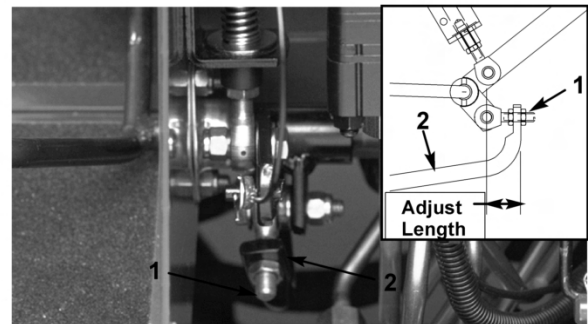

Bild 49
4. Stellen Sie die Bundmutter am Pumpenstangenende ein, um die Pumpensteuerungsstange nach vorne zu verschieben, um ein Verschieben nach vorne zu vermeiden, oder um die Pumpensteuerungsstange nach hinten zu verschieben, um ein Verschieben nach hinten zu vermeiden (Bild 49).